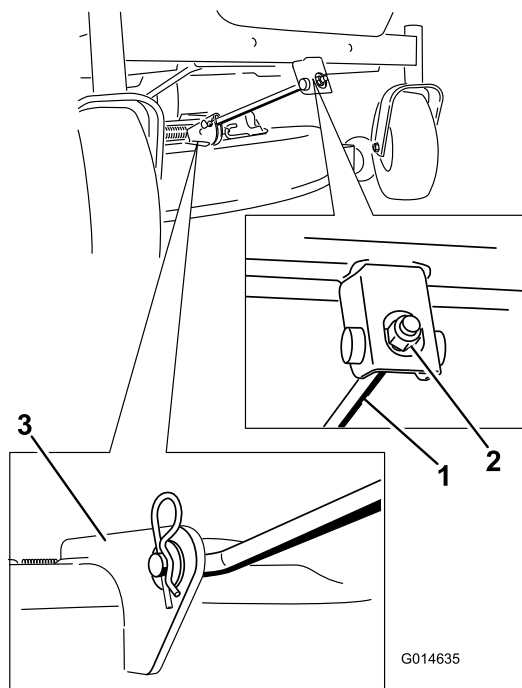

Figura 66
5. Rimuovete il perno con testa dall'asta di supporto frontale e rimuovete l'asta dalla staffa del piatto di taglio (Figura 66).
6. Montate l'asta di sostegno anteriore sul piatto di taglio con il perno con testa e la coppia a forcina (Figura 66).